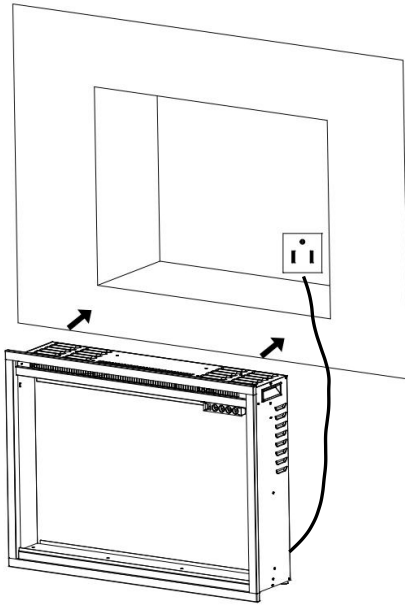
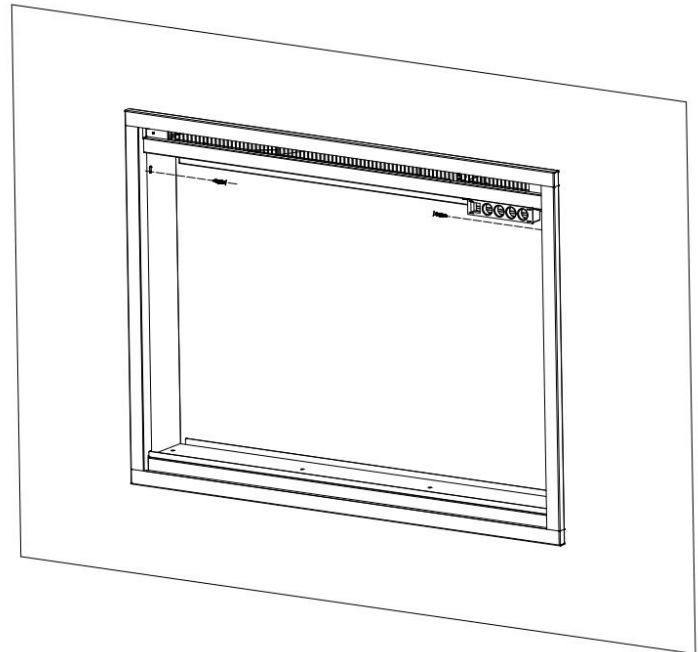

Fig. 2-1
Fig. 2-2
2. Laat twee volwassen mensen de haard optillen en in het inbouwframe plaatsen, en zet hem dan vast door **2** houtschroeven (**B**) door de gaten te steken (**Afb. 2-1**, **Afb. 2-2**).